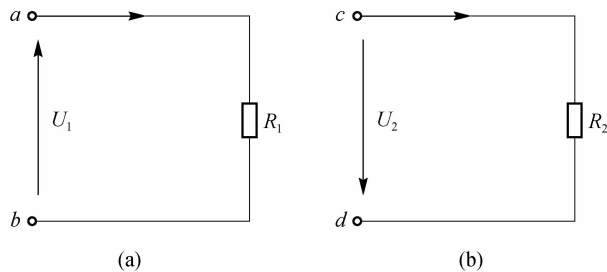

图 1-11 【例 1-2】图
**【例 1-2】** 在图 1-11 所示电路中, 已知  $U_1 = -100 \text{ V}$ ,  $U_2 = 200 \text{ V}$ , 求  $U_{ab}$  和  $U_{cd}$ 。
**解**  $U_1$  和  $U_2$  以图中箭头的方向为参考方向, 现  $U_{ab}$  表示的参考方向和  $U_1$  箭头的方向相反 [图 1-11(a)],  $U_{cd}$  表示的参考方向与  $U_2$  箭头的方向一致 [见图 1-11(b)], 故有